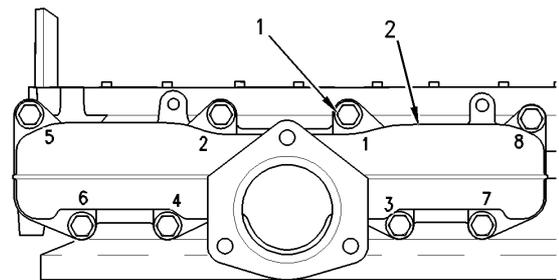

Ilustración 37
2. Coloque la empaquetadura nueva del múltiple de escape sobre los prisioneros en la culata. Coloque el múltiple de escape (2) sobre los prisioneros. Instale los tornillos de ajuste (1) apretándolos con la mano para sujetar el múltiple de escape a la culata.
3. Quite los dos prisioneros e instale los tornillos de ajuste restantes (1). Asegúrese de que los tornillos de ajuste (1) se aprieten en la secuencia que se muestra en la ilustración 37. Apriete uniformemente los tornillos de ajuste a un par de apriete de 33 N·m (24 lb-pie).